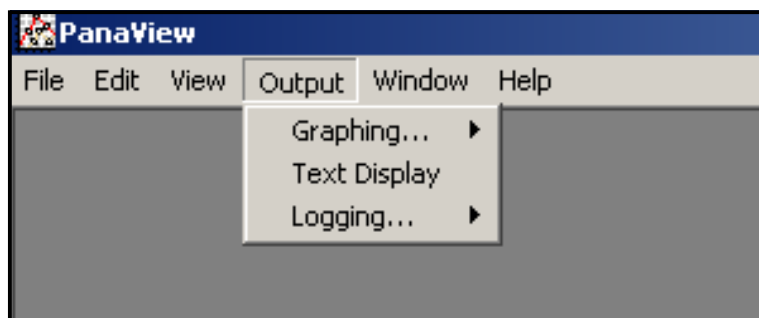

Figura 18: Il menu Output.
1. In PanaView, selezionate il *menu Output*, come mostrato nella Figura 18, e fate clic sull'opzione *Text Display*.